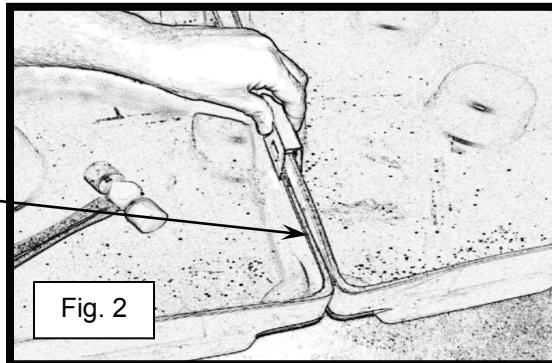

Fig. 2
- 2) Koppla ihop två uppsamlingsplattformar (se fig. 2). Placera fogklämmen över överkanten på uppsamlingsplattformen (se fig. 2).
- 3) När väl fogklämmen placerats över de två övre kanterna på båda uppsamlingsplattformarna, fortsätt att trycka ned fogklämmen med en klubba eller en liten hammare (se fig. 2 och 3). **OBS: Använd inte handen. Att bulta ned fogklämmen med handen kan orsaka skador.**